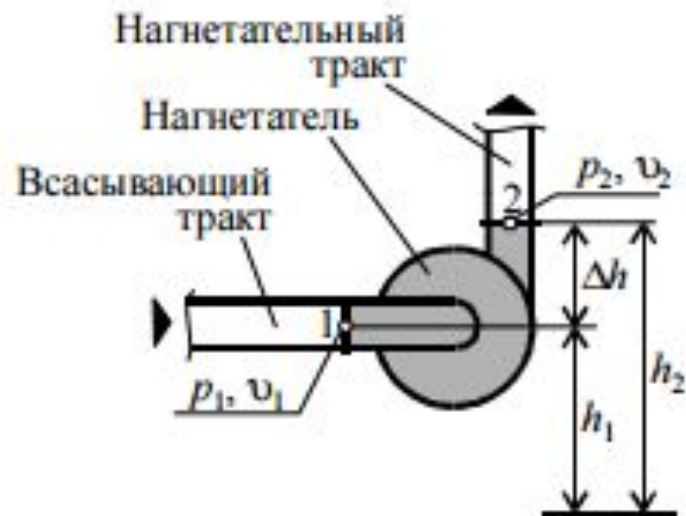

Рис. 1.1. Характеристики насоса
*Давление*  $\Delta p$ , Па, развиваемое насосами и вентиляторами, согласно стандарту, определяется как разница энергии потока на выходе (точка 2, рис. 1.1) и на входе нагнетателя (точка 1):